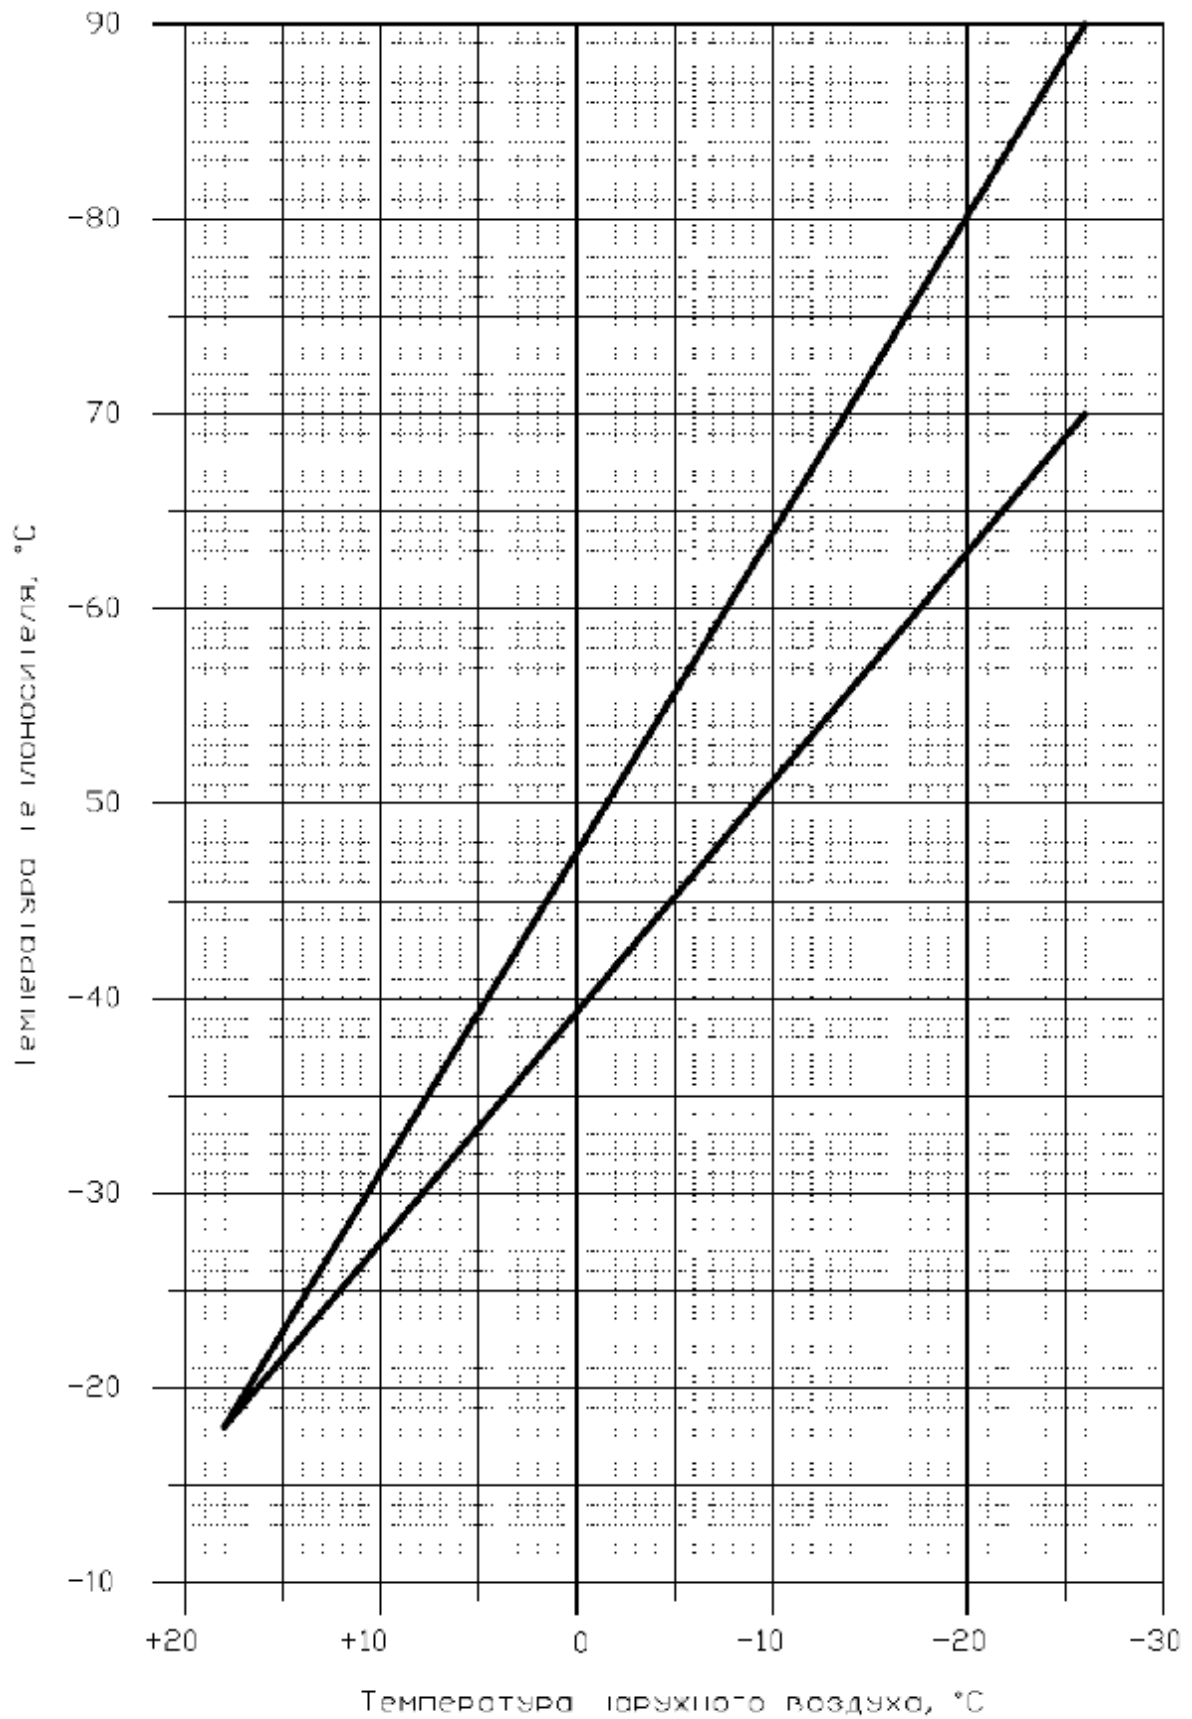

Рис. 2. Температурный график 90/70 для Санкт-Петербурга
- *температура*. Температура теплоносителя должна соответствовать температурному графику и должна меняться в зависимости от температуры наружного воздуха. Пример температурного графика 90/70 для Санкт-Петербурга (расчетная температура наружного воздуха -26°C) приведен на Рис. 2. Несоблюдение данного графика может привести к следующим ситуациям: